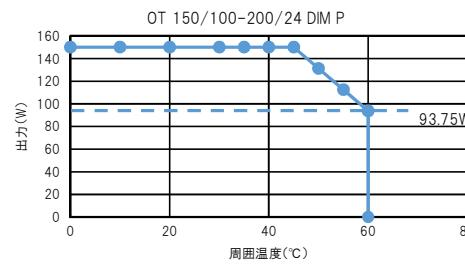

図2
- 本製品の出力電力は図2のグラフに示すように周囲温度に影響を受けます。設置環境をご確認の上ご使用ください。